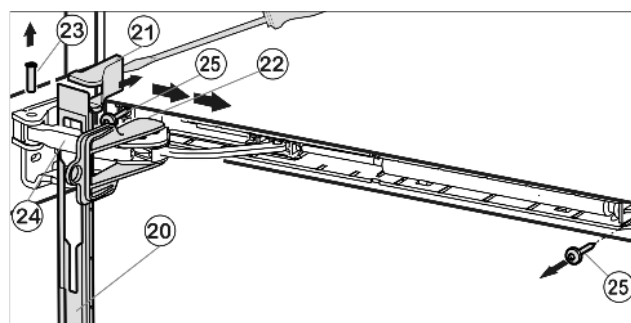

Fig. 10
- ▶ Schuif de afdekplaat naar voren, over de demperbeugel *Fig. 10 (24)* in de richting van het apparaat.
- ▶ Beveiliging *Fig. 10 (22)* in het langsgat vastklikken.
- ▶ Afdekking *Fig. 10 (21)* met een schroevendraaier vanaf de buitenkant optillen en naar buiten afnemen.
- ▶ Bout *Fig. 10 (23)* van onderaf uitdrukken.
- ▶ Demperbeugel *Fig. 10 (24)* in de richting van de deur drukken.
- ▶ Afdekplaat *Fig. 10 (20)* afnemen.
- ▶ Complete sluitdemper-eenheid losschroeven (2 maal Torx® 15) *Fig. 10 (25)*.